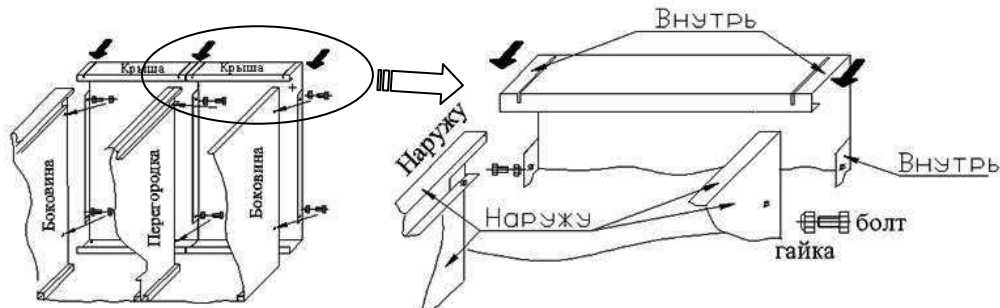

Рис.1
3.1. Установить крышу вверх шкафа плоскостью наружу так, чтобы в пазы на лицевой стороне крыши вошли отгибы боковых стенок (и перегородки-при наличии двух крыш в случае сборки основного модуля с дополнительным). Боковые отгибы на крыше соединяются с боковинами с внутренней стороны. Совместить отверстия, скрепить болтовым соединением (гайка размещается внутри будущего шкафа) -Рис.1. При сборке ШРС22 или присоединении доп. секций к перегородке соединять одним болтом сразу две крыши.